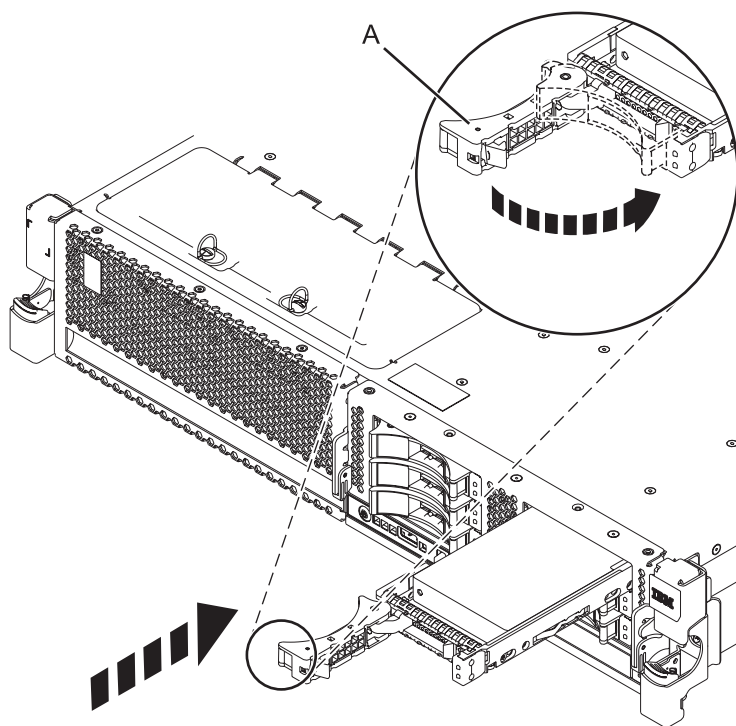

Figura 19. Instalación de una unidad de disco en el sistema
5. Cuando parpadee LED de identificación, deslice la unidad hasta el fondo del sistema y empuje hacia adentro el asa de la unidad (A) hasta que quede encajada, como se muestra en Figura 19 en la página 32.